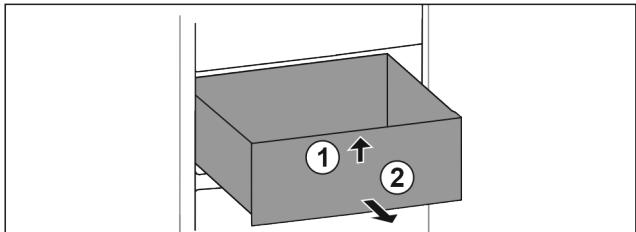

Fig. 96
- ▶ 抬起抽屉前部。Fig. 96 (1)
- ▶ 朝前取出抽屉。Fig. 96 (2)